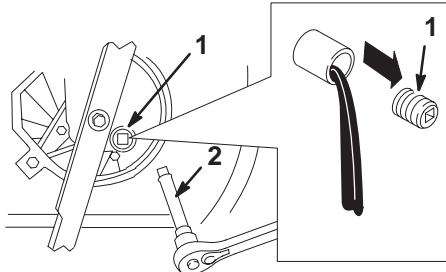

Bild 29
- Entfernen Sie die Verschlusschraube und stellen den Rasenmäher wieder in seine Betriebsstellung. Lassen Sie dann das Öl in das Gefäß ablaufen (Bild 29).